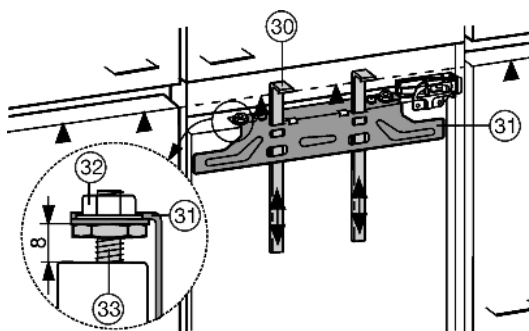

Fig. 20
Les gabarits de montage *Fig. 20 (30)* sont nécessaires pour les deux portes. Par conséquent, monter les portes du meuble l'une après l'autre..
- ▶ Pousser les gabarits de montage *Fig. 20 (30)* vers le haut à hauteur de porte du meuble. Arête inférieure ▲ du gabarit de montage = arête supérieure de la porte de meuble à monter.